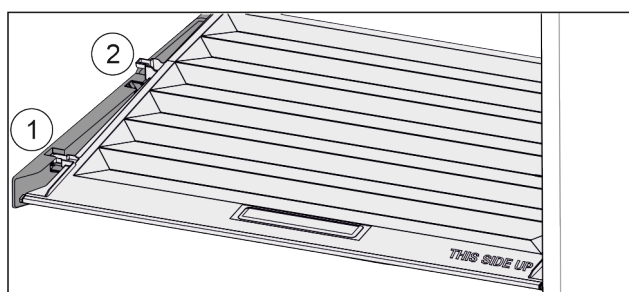

Fig. 84
- Tirare in avanti il coperchio fino all'apertura nei fermi Fig. 84 (1).
- Sollevare posteriormente dal basso e togliere verso l'alto Fig. 84 (2).